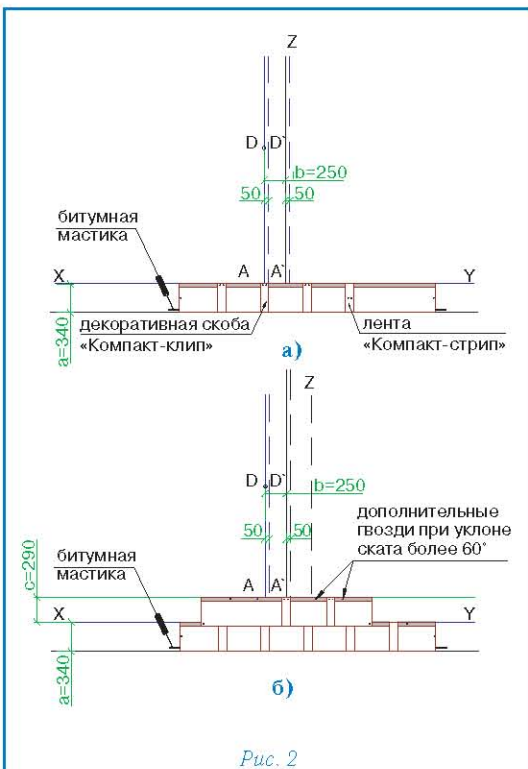

Рис. 2
Укладка материала (рис. 2)
- укладка черепицы начинается от линии AD, при этом ее верхний край выравнивается по линии XY (рис. 2а);
- листы первого ряда укладываются встык и фиксируются двумя гвоздями по центру коротких сторон на расстоянии 2 см от края (рис. 2а);
- правая сторона скобы «Компакт-клип» выравнивается по линии A'D' и фиксируется двумя гвоздями через специальные отверстия (рис. 2а);
- листы второго ряда черепицы укладываются от линии Z, их нижний край выравнивается по линии XY, параллельной XY; каждый лист фиксируется двумя гвоздями в 2,5 см от нижней стороны; стыки и середина каждого листа закрываются декоративными скобами «Компакт-клип», которые также фиксируются двумя гвоздями (рис. 2б);
Каждый лист ПРЕСТИЖ КОМПАКТ МИНИ закрепляется шестью гвоздями, в соответствии с рекомендациями, приведенными выше (рис. 2б).
При укладке материала на скатах с уклоном более 60° каждый лист дополнительно фиксируется двумя гвоздями в верхней части (рис. 2б).